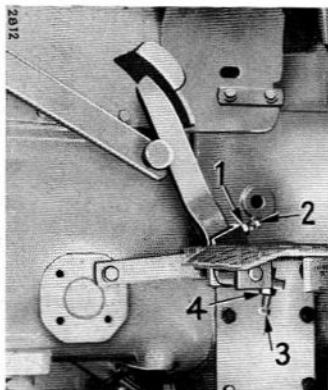

Bild 46. 1. Låsmutter
För justering av kopplingen lossas låsmuttern (1, bild 46) och inställningskruvan (2) skruvas ut tills det rätta pedalspelet på 5 cm uppnås.